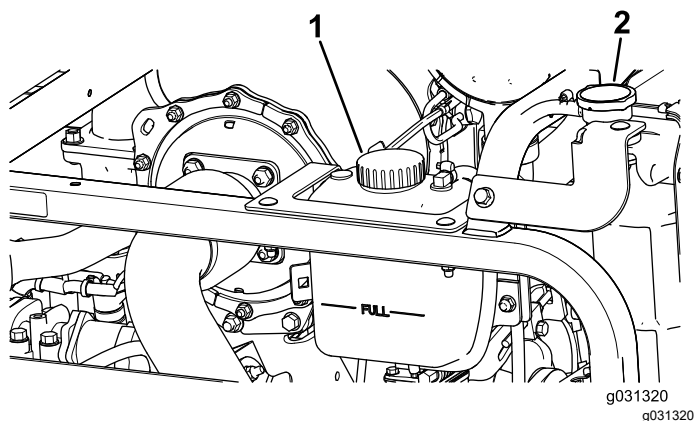

Рисунок 116
1. Осторожно снимите крышку радиатора и крышку расширительного бачка (Рисунок 116).
2. Проверьте уровень охлаждающей жидкости в радиаторе (Рисунок 116).